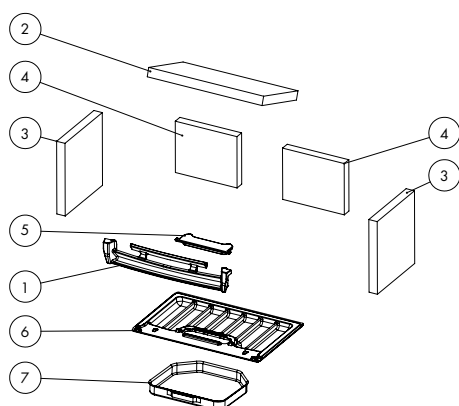

Fig. 3 Demontering/montering av innvendig løse deler.
2. For å lette transporten og arbeidet med monteringen: Demontér løse deler i peisovnen som vist på fig. 3. Start med laveste tall. Monteres tilbake i motsatt rekkefølge.
7. Innvendige, løse deler settes tilbake på plass. Se fig. 3.
Peisovnen og røykrør bør pga. sotbelegg på ildrommets og røykrørets indre overflater ha en årlig rengjøring. Dette sotbelegget isolerer og peisovnen får dårligere varmeeffekt (1 til 2 mm sotbelegg utgjør ca. 60 til 80 °C på overflatetemperaturen). Ta ut steinsettet som vist på fig. 3. Start rengjøringen av røykrør og innvendige overflater i brennkammeret. Bruk en røykrørsbørste eller lag selv en tull med filler surret til en ståltråd, og fei røykrøret. Soten dyttes innover i røykgangen slik at den faller i skorsteinløpet. For rengjøring av sideveggene kan det benyttes en stålbørste eller en sparkelspade. Sett deretter inn delene i motsatt rekkefølge. Rengjøring bør utføres før fyringssesongen starter.